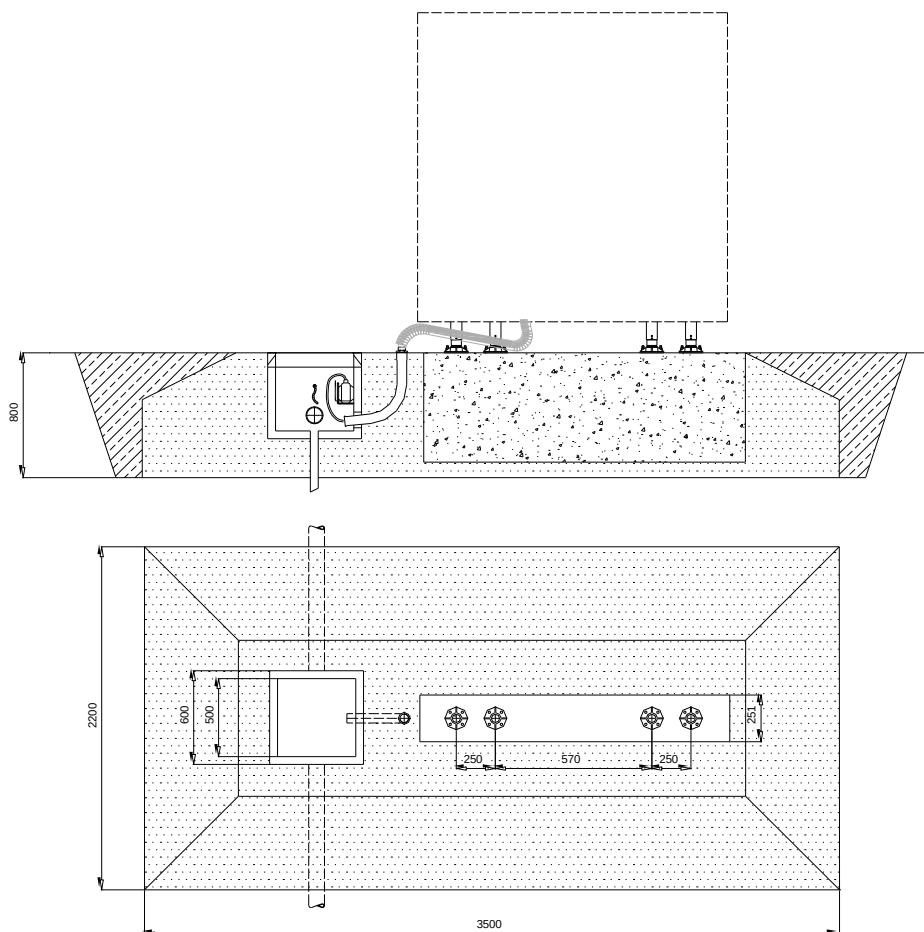

Figura 4 – Basamento
- a) Prendere a riferimento la Figura 4 per l'interasse dei giunti di rottura.
- d) Il basamento della tabella dovrà essere piano e a livello. Vedere Figura 4 per le dimensioni. Il trasformatore di isolamento deve essere posato entro un pozzetto in cemento completo di curva a gomito per il passaggio del cavetto secondario del trasformatore o una base in acciaio completa di piatto di base con manicotto superiore 2" Gas per il collegamento presa-spina.